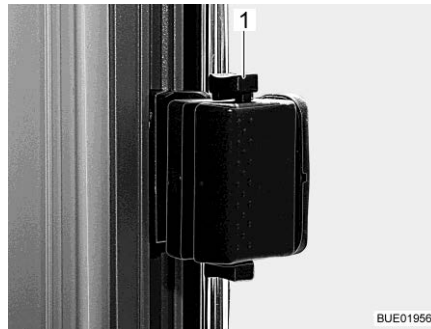

Fig. 102 Ventana corredera, bloqueada
- Empujar el pestillo (Fig. 102,1) hacia abajo.